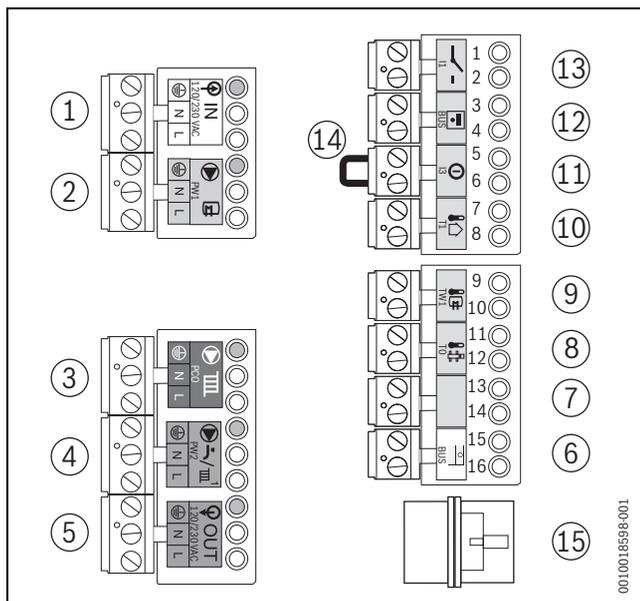

Fig. 53 Morsettiere
- Collegare il regolatore di temperatura ambiente di tipo on/off sul morsetto di collegamento  $\text{I1}$  (→ fig. 53, [13]) (accessorio).
- Collegare il regolatore su morsetto di collegamento  $\text{BUS}$  (→ fig. 53, [6]). Per fare ciò, utilizzare un cavo bipolare con sezione da 0,4 a 0,75 mm2.
- Utilizzare il collegamento al cavo di rete da 230 VAC del primo modulo per il secondo modulo. Utilizzare a tale scopo il cavo fornito in dotazione al modulo (→ fig. 53, [4]).
- Collegare la sonda di temperatura esterna al morsetto di collegamento T1 (→ fig. 53, [10]).
- Collegare la sonda di temperatura dell'accumulatore al morsetto di collegamento TW1 (→ fig. 53, [9]).